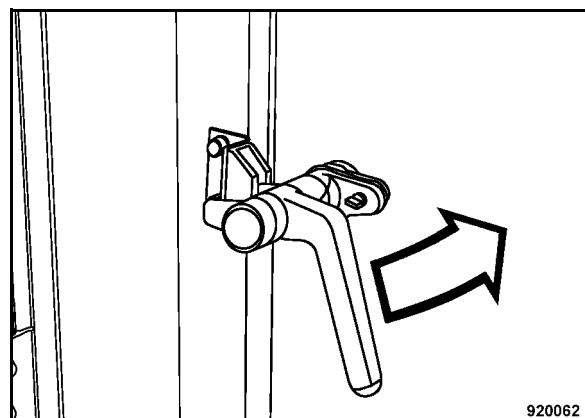

Fig. 105
- Aprire l'elemento di bloccaggio (Fig. 105) del finestrino della cabina.